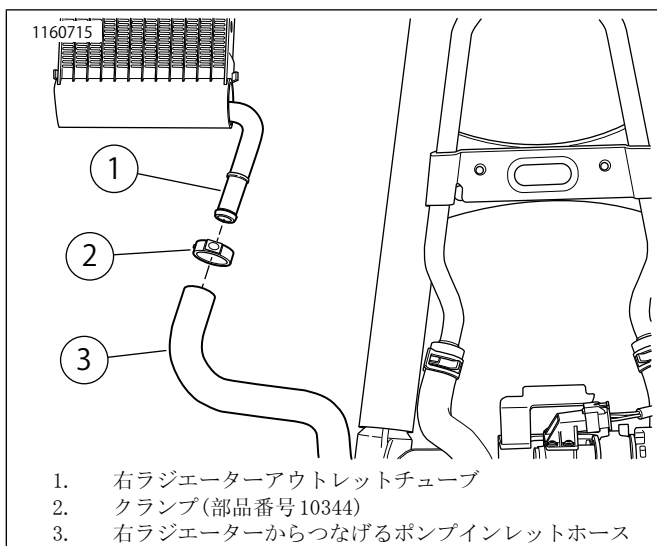

図16。右ラジエーターホース
- a. 図16を参照してください。クランプ(2)を右ラジエーターアウトレットチューブ(1)に配置します。
- c. 図16を参照してください。クランププライヤーツールを使用して、右ラジエーターからつなげるポンプインレットホースにクランプ(2)を位置づけます。ホースの端から約6.4 mm (0.25 in)の箇所にクランプを配置し、クランプを圧着します。